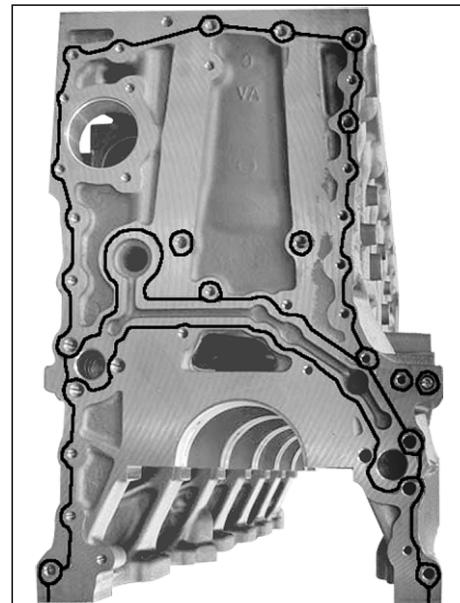

Рис. 106. Нанесение герметика на торец блока цилиндров.
- Нанести на торец блока цилиндров под установку листа торцевого герметик "Локтайт 518", как показано на Рис. 106.